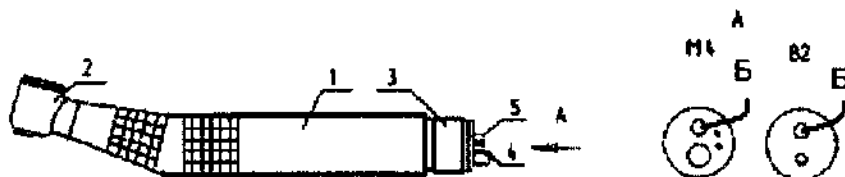

Рисунок 1
Наконечник состоит из следующих узлов (рис.1): корпуса (1), головки (2), соединителя (3), узла охлаждения (4) и трубки подвода рабочего воздуха (5).
10.2 Смазать наконечник путем закапывания 8-10 капель масла индустриального И-5А ГОСТ 20799-88 в трубку подачи рабочего воздуха (5) (отверстие «Б», см. рис.1), допускается использование аналогов указанного масла.
10.9 По окончании работы протереть наконечник дезинфицирующим раствором и закапать 2-3 капли масла индустриального в трубку подачи рабочего воздуха (5) (отверстие «Б», см. рис.1).